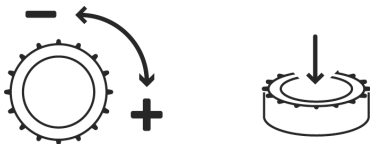

Fig. 5: Botón giratorio
- La pantalla LC muestra el estado de la bomba, de las válvulas y del controlador. Mediante el botón giratorio pueden seleccionarse los menús y acceder a los parámetros. Para cambiar los valores y navegar por los menús, el botón giratorio (fig. 5) ha de girarse y presionarse a fin de seleccionar y confirmar.